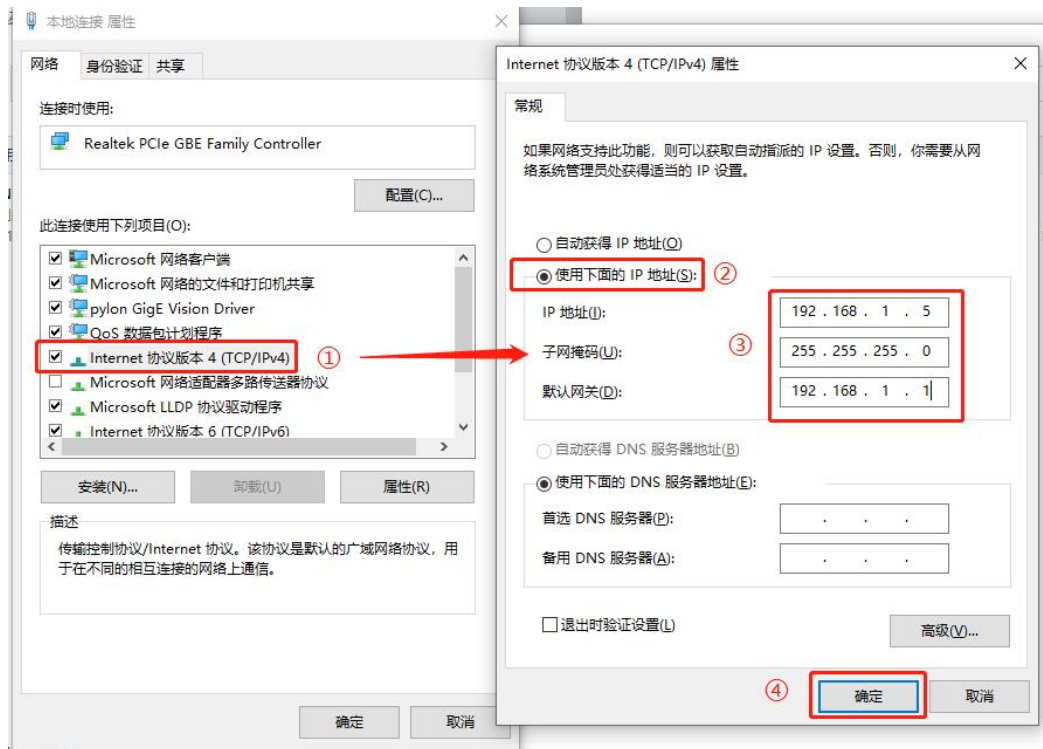

图 13.19 设置 PC 机的 IP 地址
b) 设置 PC 机的 IP 地址，如图 13.19 所示。